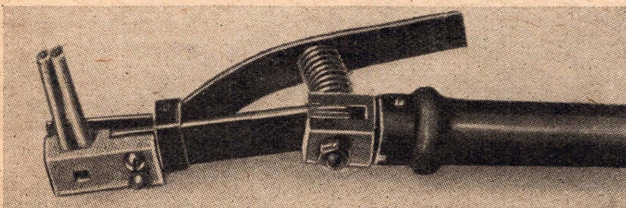

Bild 2. Bündelelektrodenhalter (VEB Stahl- und Walzwerk Hennigsdorf)
- a) Bündelzangen entwickelt wurden (Bild 2), oder
Bild 2 zeigt, wie der Grundbaustein einer anderen Faser der Polyakrylnitrilfaser ebenfalls durch einen Polymerisationsvorgang zu langen, kettenförmigen Verbindungen umgewandelt wird, um dann aus der Lösung versponnen zu werden. Diese Polymerisate werden nun nach drei verschiedenen Methoden versponnen. Man kann zunächst durch Erhitzen auf entsprechend hohe Temperatur eine Schmelze herstellen, diese Schmelze durch feine Düsen pressen, abkühlen und sie damit wieder in Faserform in den festen Zustand überführen. Danach folgt dann ein Prozeß, in dem die Faser um das Mehrfache ihrer eigenen Länge verstreckt wird und damit gute textile Eigenschaften erhält. Es gibt aber eine Reihe von Ver-